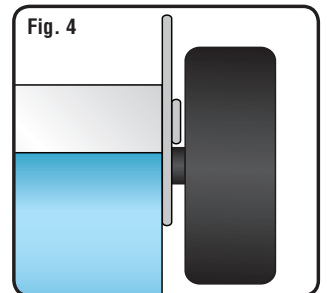

Fig. 4
2. Slide wheel onto axle and insert axle tip into axle slot. Press down on axle head until wheel hub is flush against gap gauge (**Fig. 4**). Remove tool carefully.
2. Faire glisser la roue sur l'essieu et insérer pointe d'essieu à fentes de l'essieu. Appuyez vers le bas sur le tête d'essieu jusqu'à ce que le moyeu de roue est à ras contre gap jauge (**Fig. 4**). Retirer l'outil avec précaution.